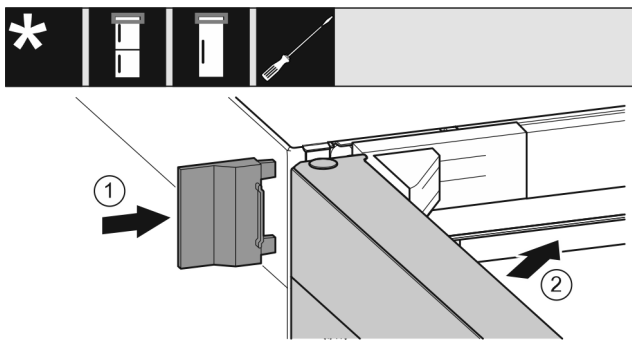

Fig. 24
- ▶ Wsunąć zewnętrzną osłonę. *Fig. 24 (1)*
- ▶ Zamknąć górne drzwi. *Fig. 24 (2)*